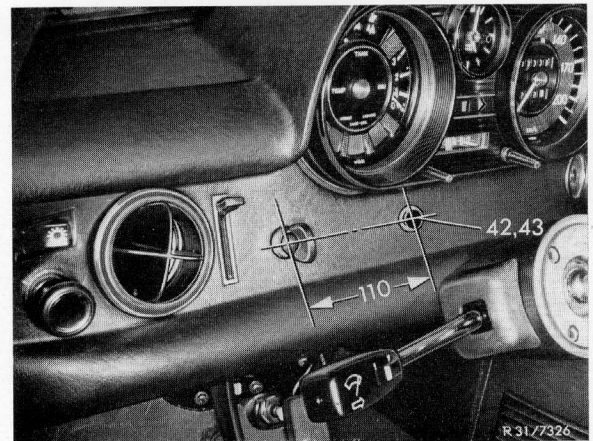

Bild 9
21 Abdeckung links unter Instrumententafel ausbauen. Loch mit 18 mm Durchmesser in die Instrumententafel bohren. Zusatzleitungssatz (41) an Blinker-Kontrolleuchte (42) anschließen. Anschließend Blinkerkontrolleuchte mit Unterlegscheibe (43) in die Instrumententafel einbauen (Bild 9).